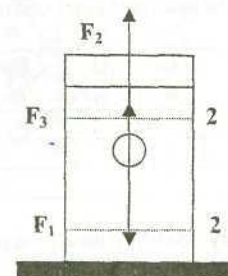

Рис. 1.
**Приладдя:** скляний циліндр з досліджуваною рідиною (рис.1), кульки з різних матеріалів, мікрометр, масштабна лінійка з міліметровими поділками, секундомір, термометр, пінцет.
**Опис установки.** Установка виконана у вигляді широкої скляної труби з досліджуваною рідиною, у верхній і нижній частині якої розміщені мітки 2, відстань між якими можна змінювати (рис.1).